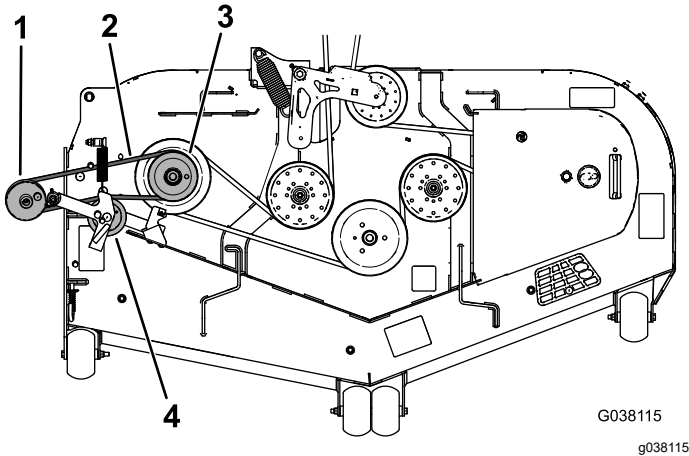

Bild 44
1. Legen Sie den Gebläseriemen um die Antriebsriemenscheibe (Bild 44).